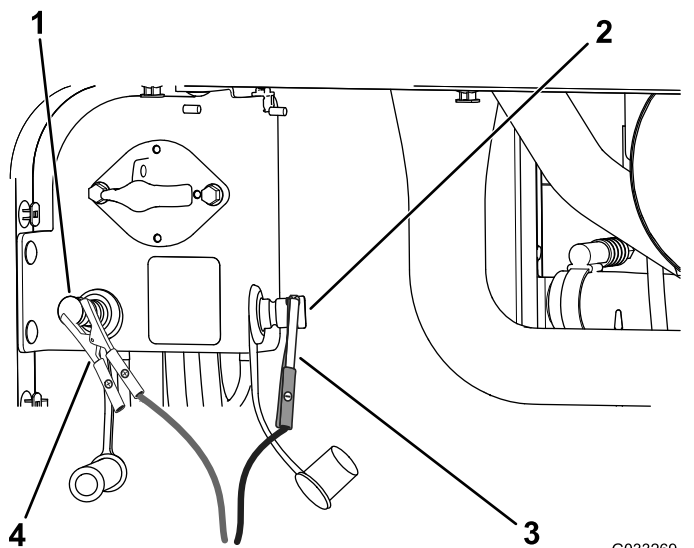

Figure 111
- Branchez le câble de démarrage positif (+) à la borne positive de la batterie déchargée (Figure 111).
5. Branchez le câble de démarrage négatif (-) à la borne négative de la batterie déchargée (Figure 111).
7. Lorsque le moteur démarre, demandez à l'autre personne de débrancher le câble de démarrage négatif (-) du de la borne négative de la batterie déchargée, puis de débrancher le câble de démarrage positif (+) (Figure 111).